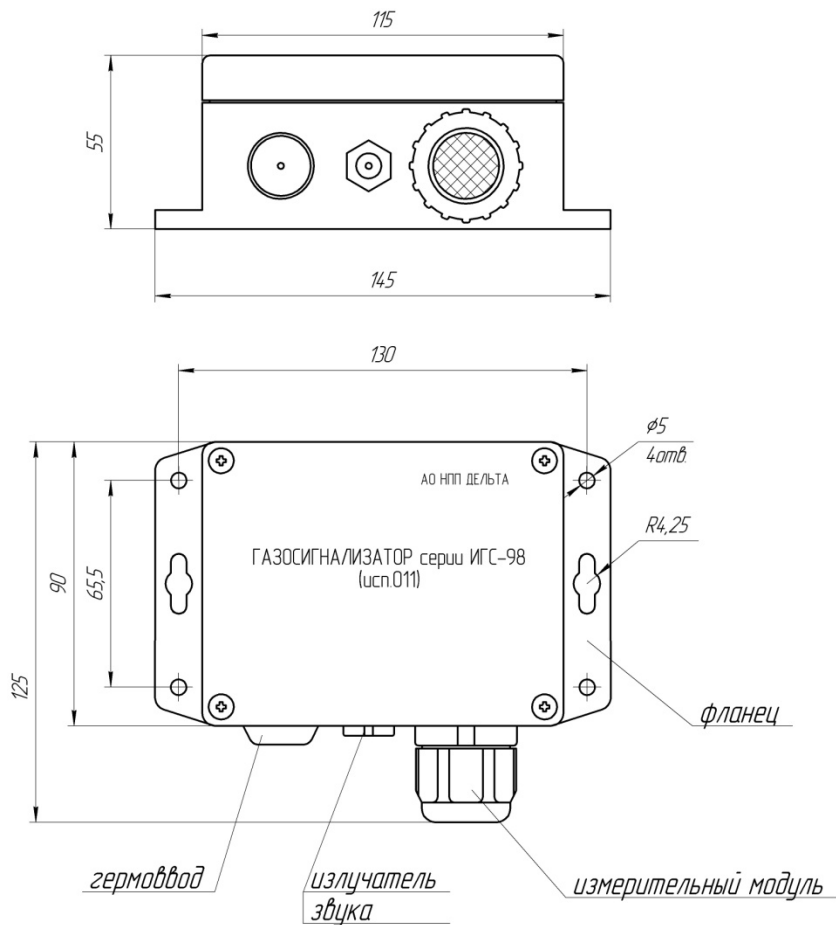

Рис.1 Габаритный чертеж газосигнализатора
2.1. Конструктивно ГС выполнен в корпусе из поликарбоната с прозрачной крышкой. Габаритный чертеж ГС приведен на рис.1.